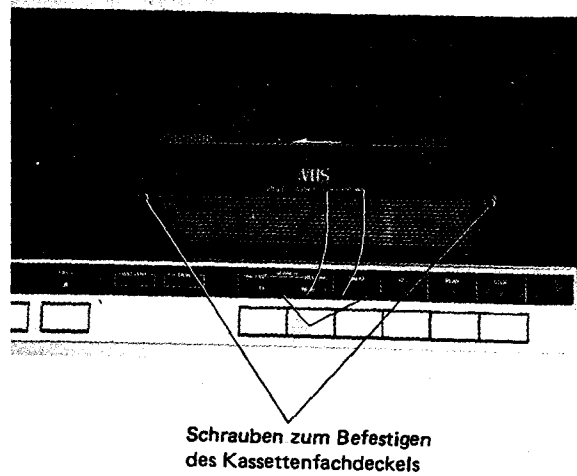

Abb. 1
- 2 Schrauben entsprechend Abb. 1 entfernen.